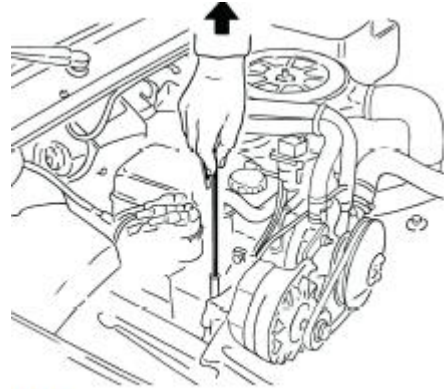

FIG. 1
- Il est préférable de vidanger l'huile chaude. La capacité d'aspiration totale de la machine est 2/3 de son volume (soit environ 53 litres). Si le moteur est encore chaud, remplacer la jauge du moteur par un tube d'aspiration approprié (le plus grand diamètre), et insérez-le le plus bas possible. (Figure 1).